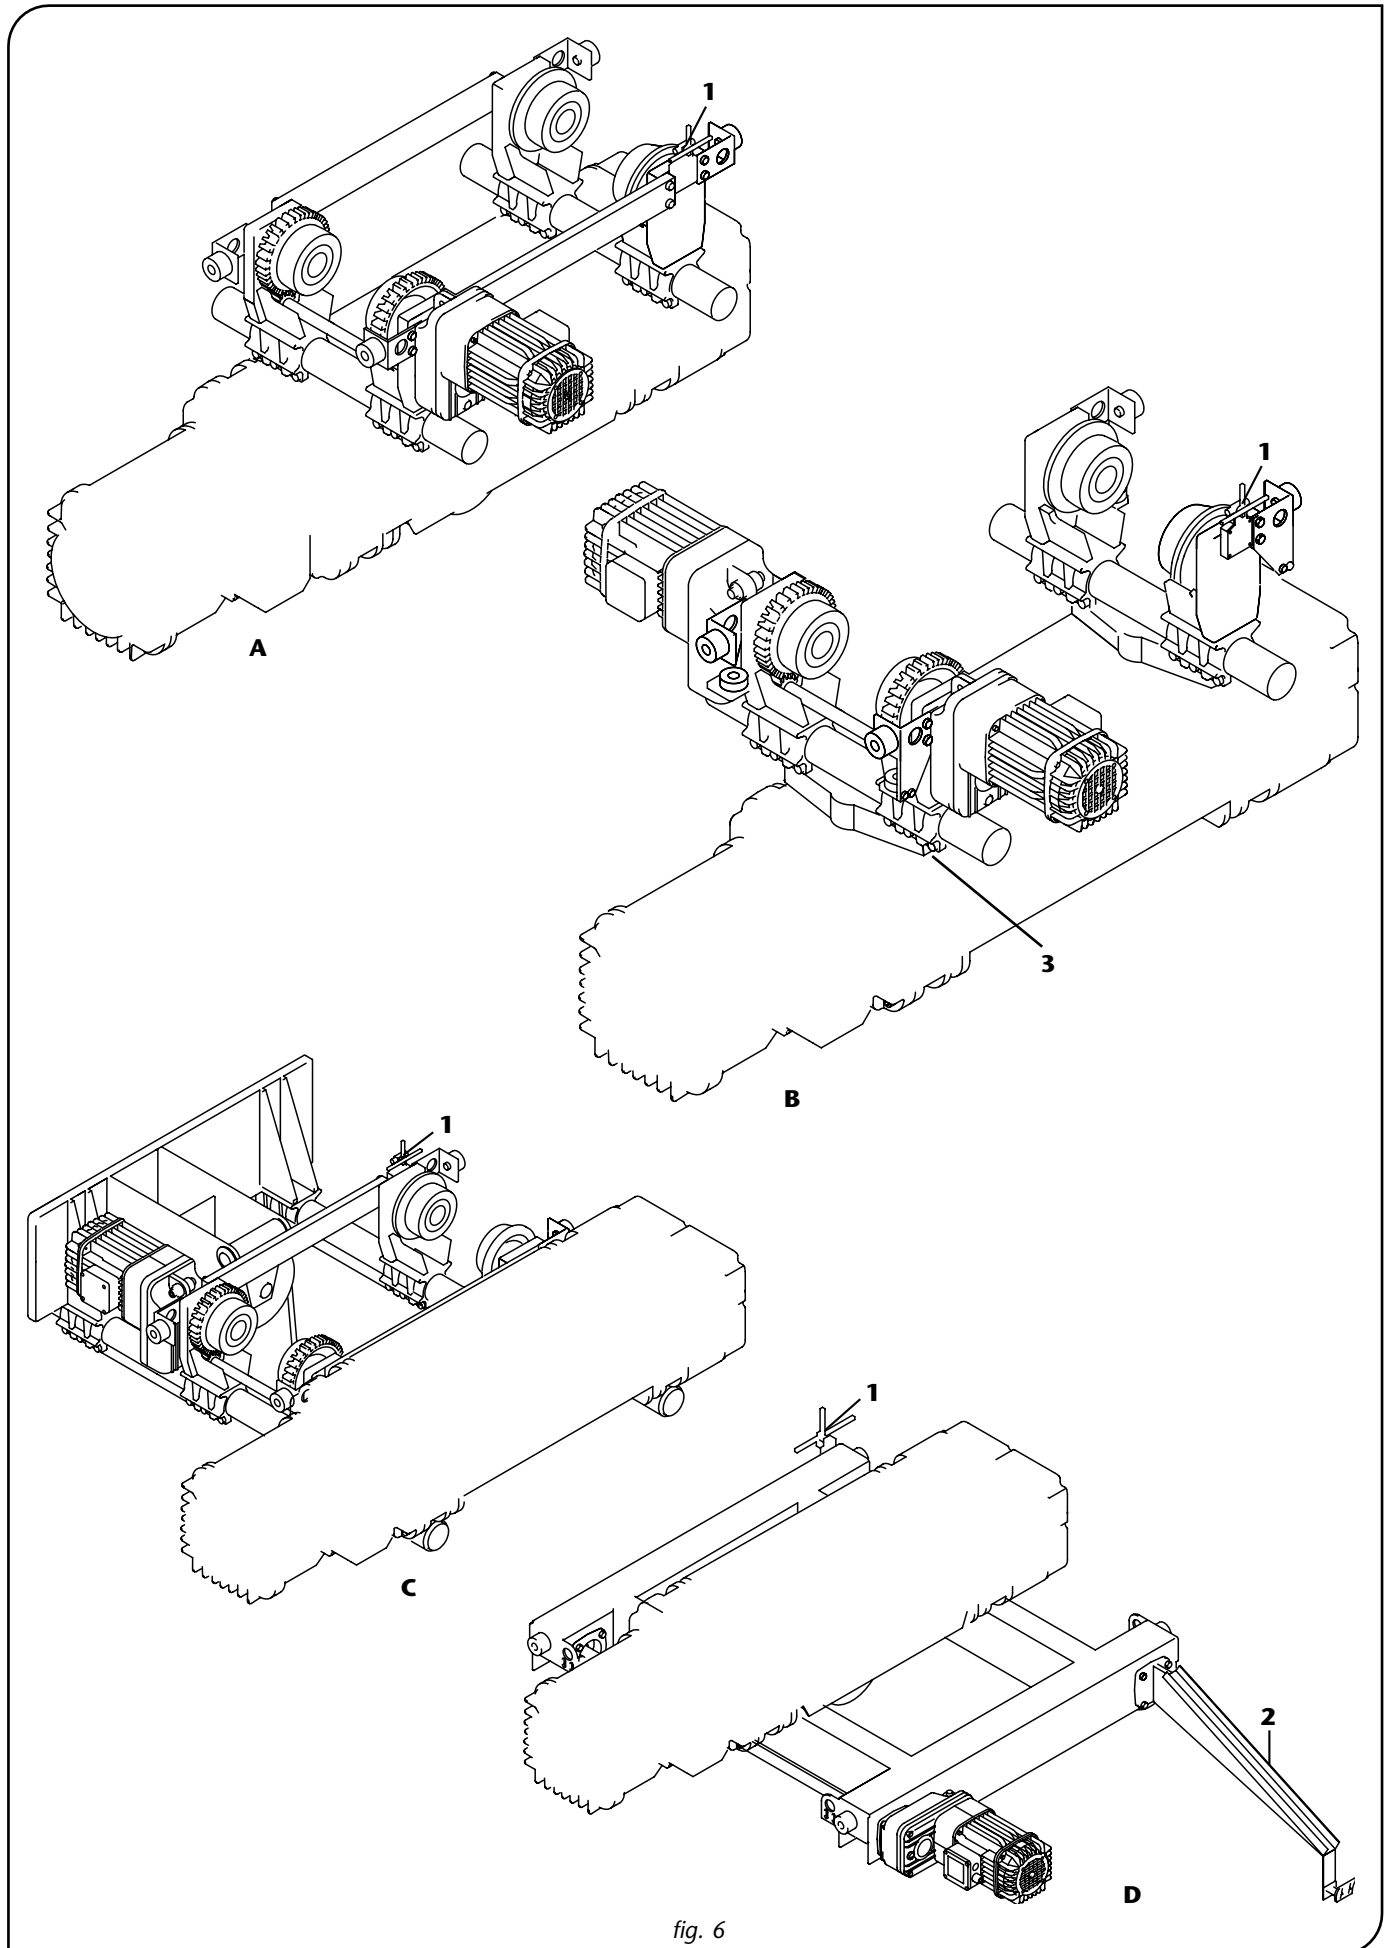

fig. 6
2.1.4 Modules du chariot (figure 6)